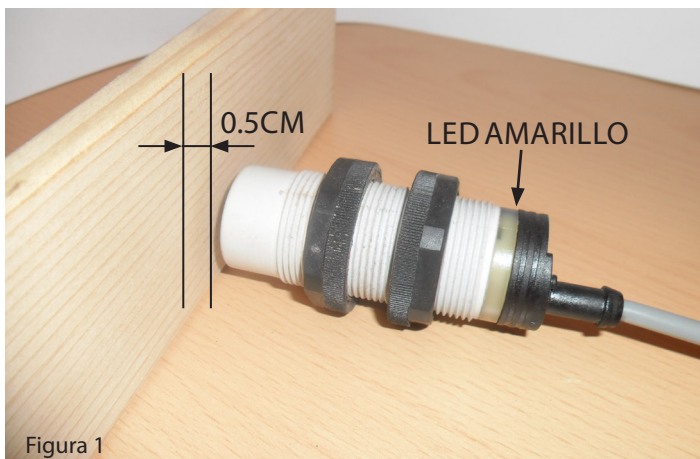

Figura 1
- ◆ Coloque delante de la sonda una tabla **de madera** (ver figura 1) a una distancia de unos 0,5cm.